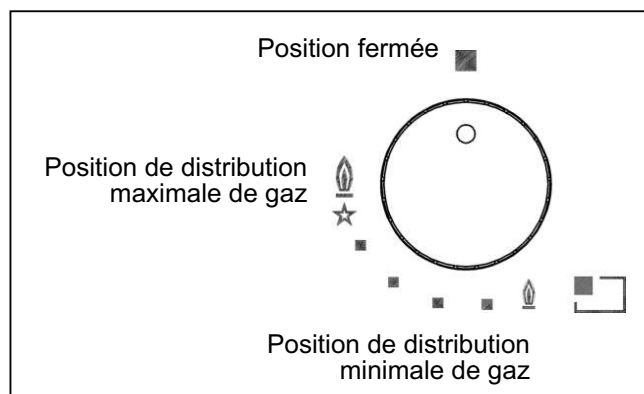

Fig. 19
Enfoncer et tourner dans le sens inverse des aiguilles d'une montre le bouton correspondant au brûleur à utiliser, l'amener sur la position Maximum (grande flamme fig. 19) puis enfoncer le bouton à fond.
Avec les brûleurs dotés d'un thermocouple de sécurité, il faut tourner dans le sens inverse des aiguilles d'une montre le bouton correspondant au brûleur à utiliser, l'amener sur la position Maximum (grande flamme fig. 19) jusqu'à entendre un léger dé clic puis enfoncer le bouton et répéter les opérations indiquées précédemment.
- Lorsque l'ébullition a été atteinte, amener le bouton sur la position Minimum (petite flamme fig. 19).
- **on ne peut procéder à l'allumage des brûleurs dotés d'un thermocouple de sécurité que lorsque le bouton est sur la position Maximum (grande flamme fig. 19).**